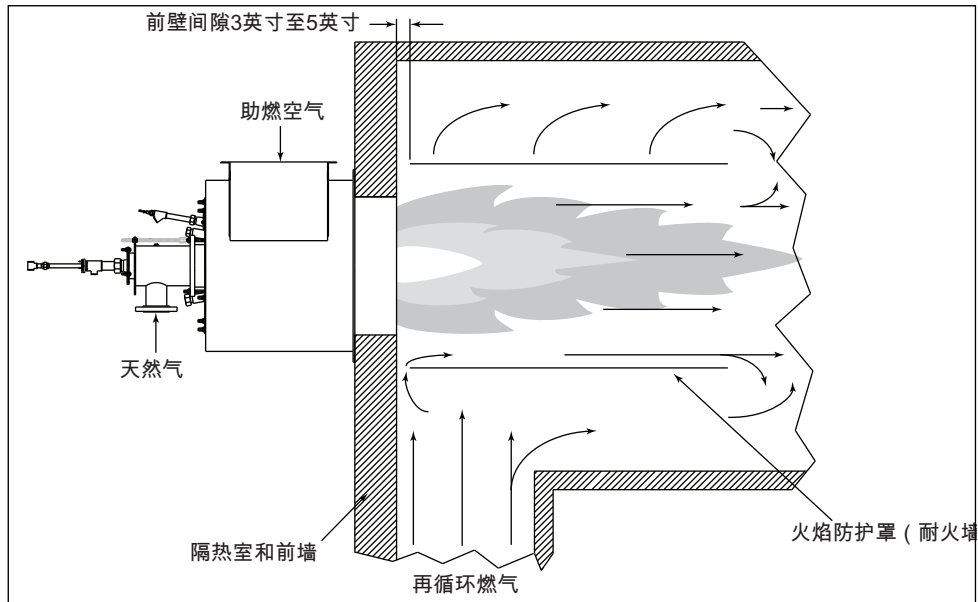

图 3.2 - 火焰防护罩 (耐火墙) (典型的间隙示例)
如果有人担心工序流程会熄灭火焰并产生一氧化碳 (CO)，则火焰罩应该至少达到 80% 的火焰长度。当有必要引入一定受控量的稀释空气进入火焰（例如，旨在维持一个可接受的罩内温度）该火焰罩在前墙应该有一个间隙，如图 3.2 所示。注意，这可能会产生不需要的燃烧。